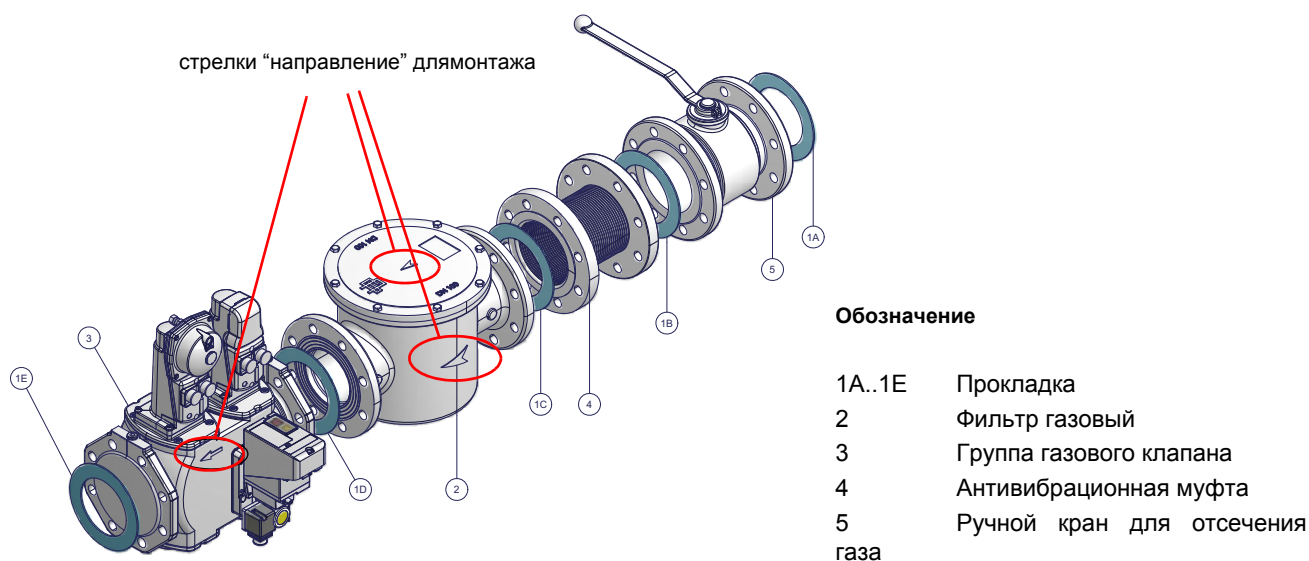

Рис. 6 - Пример газовой рампы
- 1- а) при резьбовых соединениях: использовать соответствующую оснастку, подходящую для применяемого типа газа, б) при фланцевых соединениях: между соседними компонентами устанавливать прокладку (1А..1Е - Рис. 6), совместимую с используемым газом,
ВНИМАНИЕ: после монтажа газовой рампы согласно схеме на Рис. 6, необходимо провести тестирование на герметичность газового контура, согласно требований действующих нормативов.